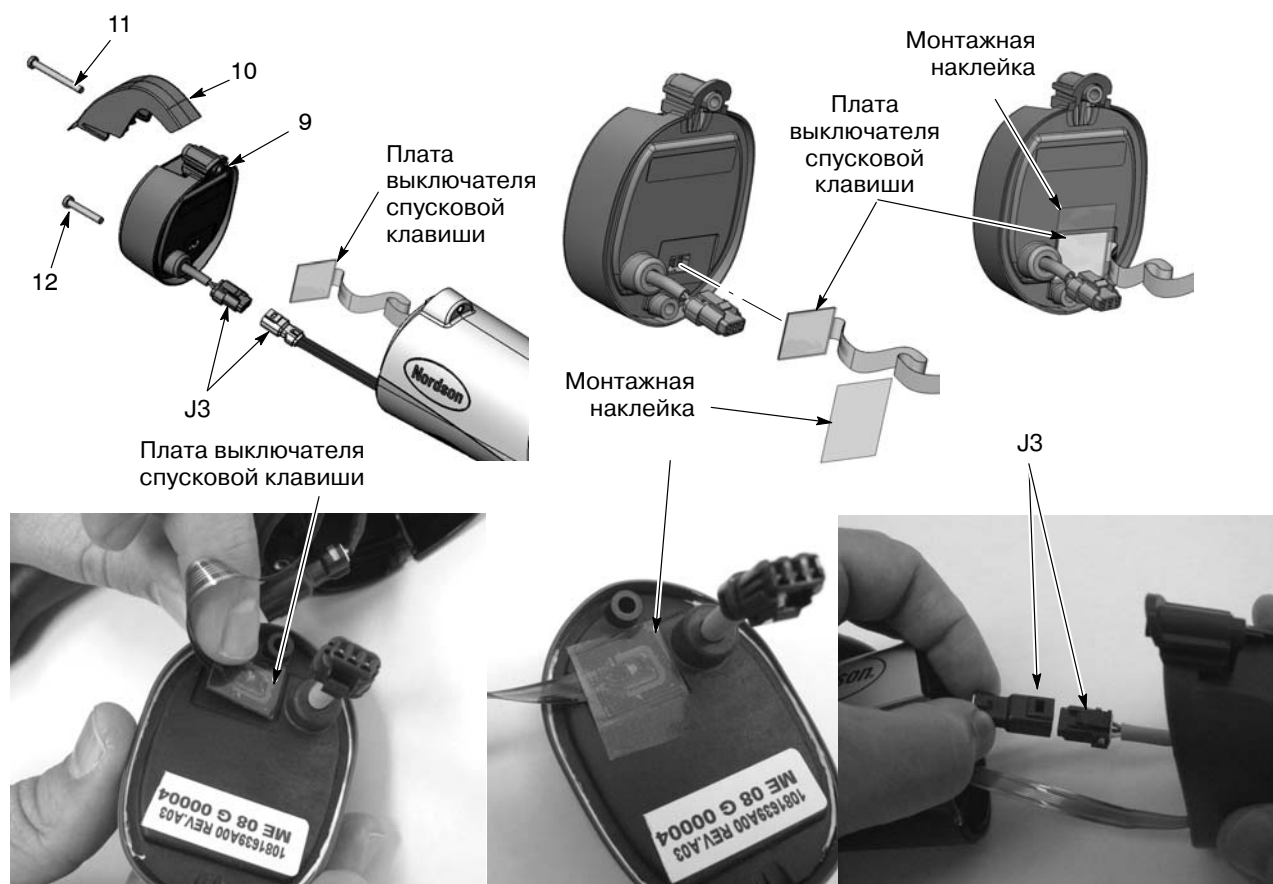

Рис. 5-1 Модуль дисплея, замена
См. рис. 5-1, 5-3 и 5-4.
См. рис. 5-1 и 5-2.
1. См. рис. 5-1. Снять модуль дисплея, как описано под заголовком *Модуль дисплея, замена*.